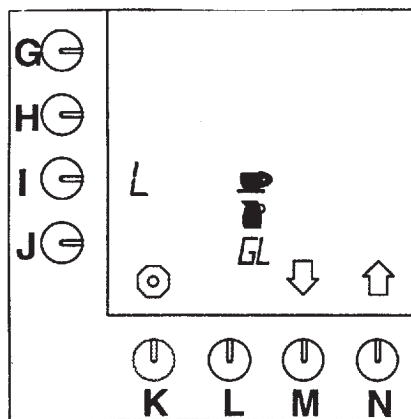

Рис.21 Выбранные единицы измерения
- выбор может быть сделан из следующих единиц: Litre=L, Gallon=G (3.7853L), кувшин или чашка (рис.21).